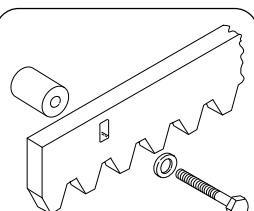

Рис. 14
4.4.2 ПРИВИНЧИВАЕМАЯ ЗУБЧАТАЯ РЕЙКА (рис. 14)
4.4.3. ПРИВИНЧИВАЕМАЯ НЕЙЛОННАЯ РЕЙКА (рис. 14 бис)
Рис. 14бис